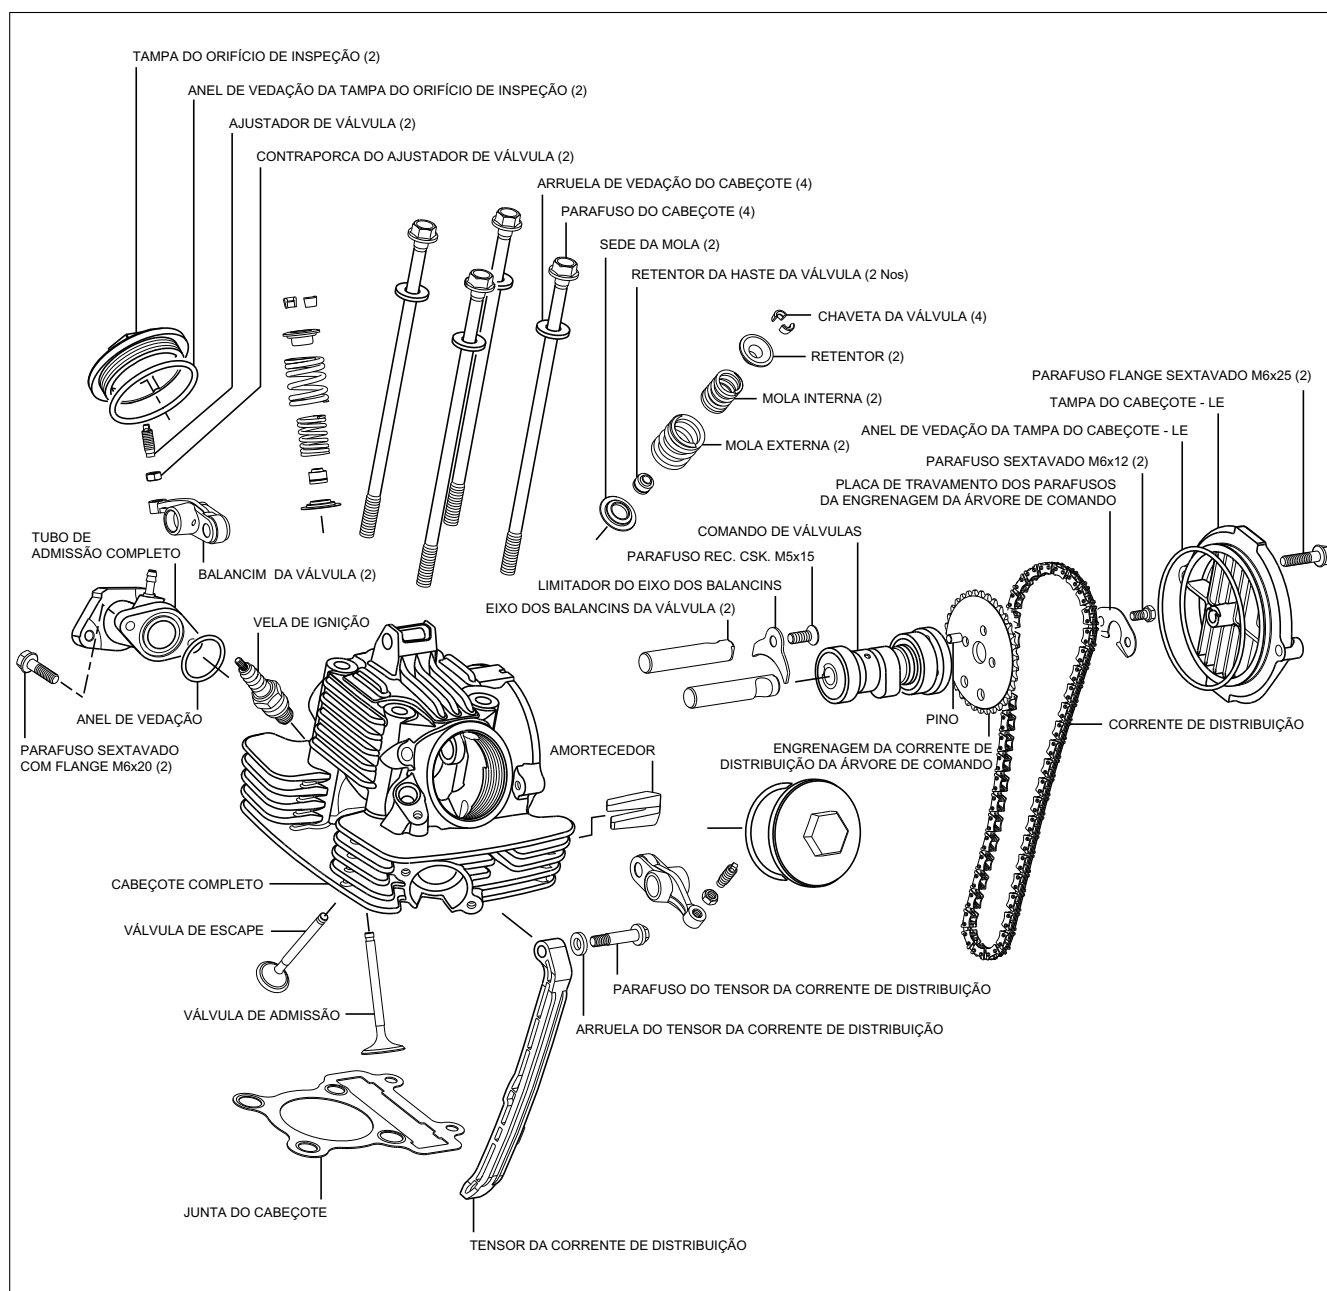

Fig. 3.75
- Para a montagem, inverta o procedimento de desmontagem, seguindo com cuidado as instruções a seguir. Consulte a vista explodida do conjunto do cabeçote para os detalhes de montagem. (Fig. 3.75)